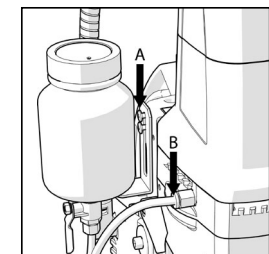

Fig. 3
- Le système de refroidissement doit être attaché à la machine à l'aide des vis à tête creuse Ø 6 mm insérées dans le trou fileté situé en haut à gauche du châssis de la machine. (Fig. 3 a)